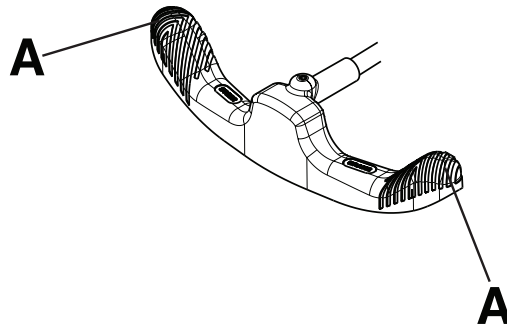

Figure 1 – Utilisation de la pédale de frein/guidage
Remarque - Ne pas appuyer au centre de la pédale de frein/guidage. Toujours appuyer sur le côté extérieur (A) de la pédale de frein/guidage (Figure 1).